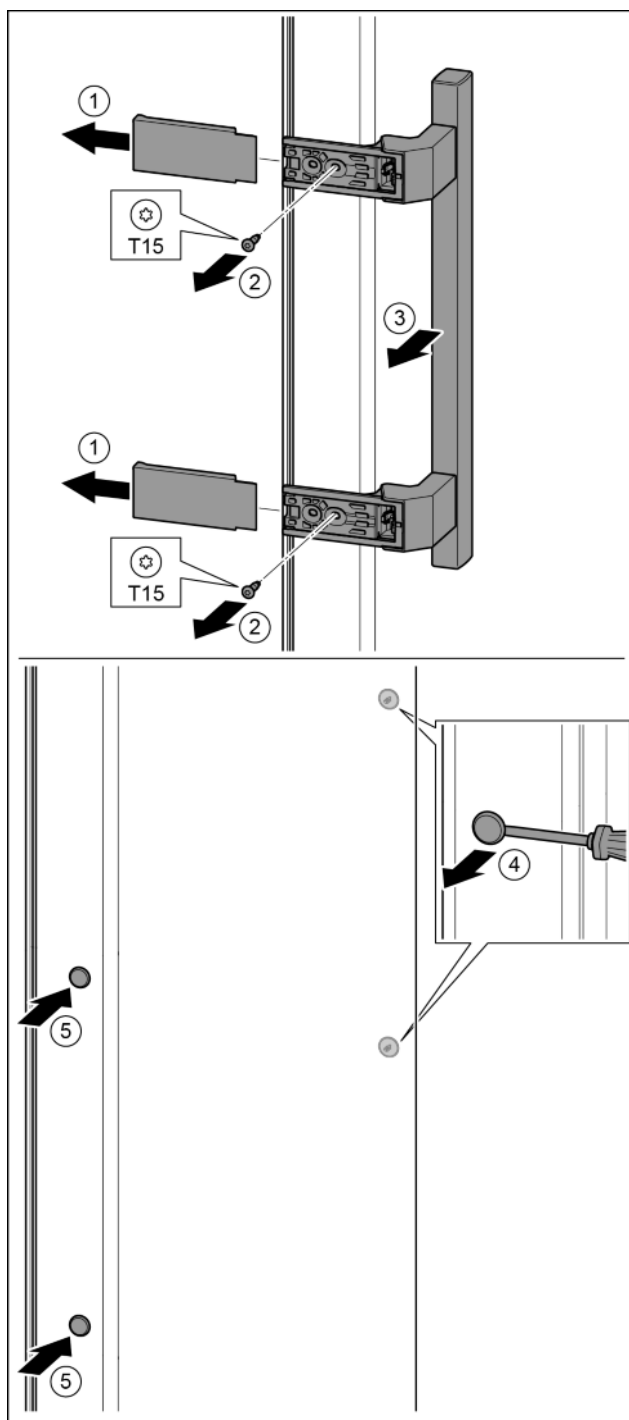

Fig. 38
- ▶ Свалете капачката. Fig. 38 (1)
- ▶ С отвертка T15 отвийте винтовете. Fig. 38 (2)
- ▶ Свалете дръжката. Fig. 38 (3)
- ▶ С плоска отвертка внимателно повдигнете страничната тапа и я извадете. Fig. 38 (4)
- ▶ Отново поставете тапата от другата страна. Fig. 38 (5)